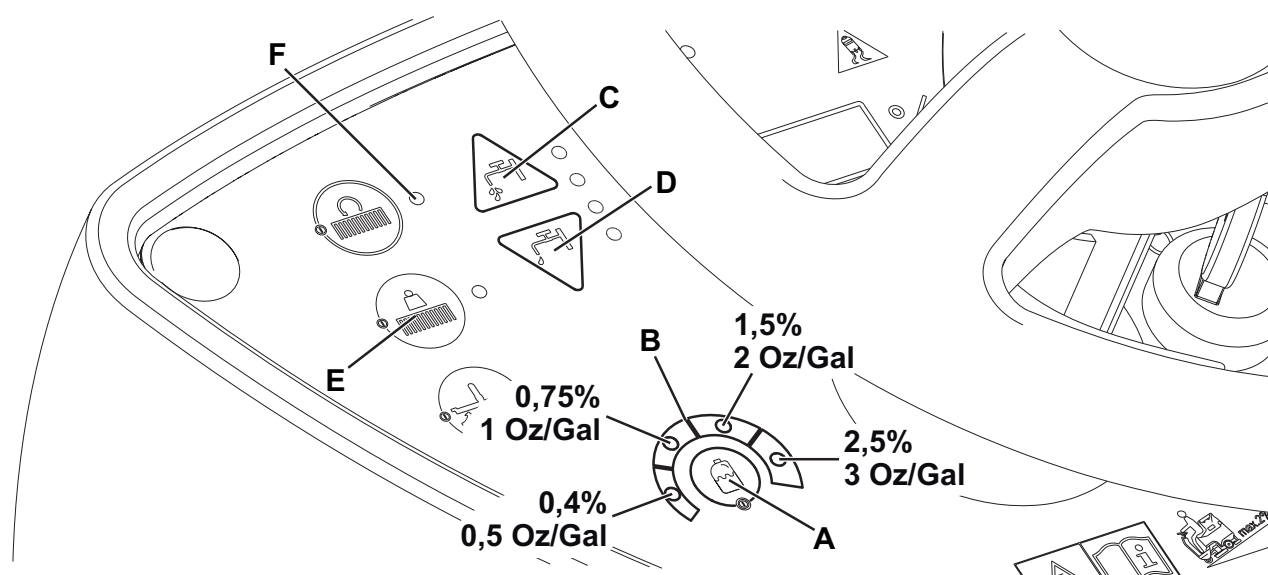

Figure 5
Le système pour le mélange du détergent à l'eau de lavage est activé en appuyant sur le bouton-poussoir de réglage du pourcentage de détergent (A, Fig. 5) : si un des DELS (B) est allumé, le détergent est ajouté à l'eau de lavage.
1. La concentration de détergent moyenne varie en fonction de la DELS (B) allumée, comme le montre la figure 5.
2. Appuyer plusieurs fois sur l'interrupteur (A) pour changer la concentration de détergent jusqu'à atteindre la valeur désirée ou pour réduire à zéro la quantité de détergent (tous les DELS sont éteints).
1. En cas de sol particulièrement sale, il est possible d'augmenter la pression des brosses / plateaux support disque sur le sol, en appuyant sur l'interrupteur (E, Fig. 5).
2. Pour retourner au travail avec pression normale, appuyer à nouveau sur l'interrupteur (E).
- L'interrupteur (E) est activé seulement lorsque la tête (5 et 10) est baissée et le DEL (F) de l'interrupteur est allumé.